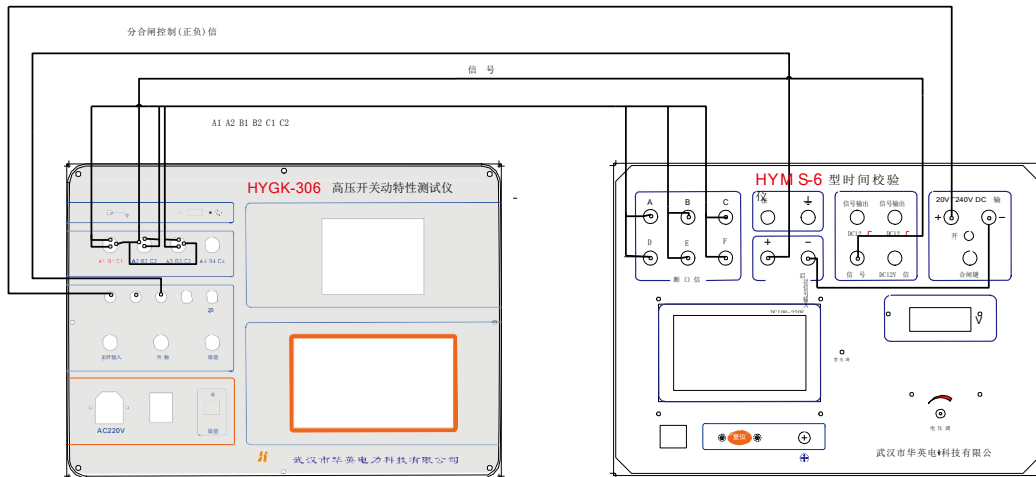

图 3 不带电源主动式测试接线
4.不带操作电源状态下高压开关测试仪接线图：（主动式如图3）
- 4.1 按图3 接好线。